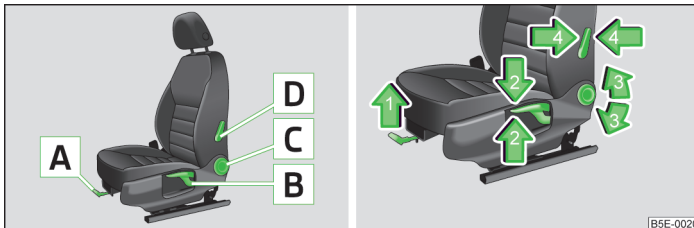

Abb. 48 Bedienelemente / Einstellung
- Den Hebel **A** » Abb. 48 in Pfeilrichtung 1 ziehen und den Sitz in die gewünschte Richtung schieben.
- Den Hebel **B** » Abb. 48 in Richtung eines der Pfeile 2 wiederholt ziehen bzw. drücken.
- Die Sitzlehne entlasten (sich nicht anlehnen) und das Handrad **C** » Abb. 48 in Richtung eines der Pfeile 3 drehen.
- Den Hebel **D** » Abb. 48 in Richtung eines der Pfeile 4 drücken